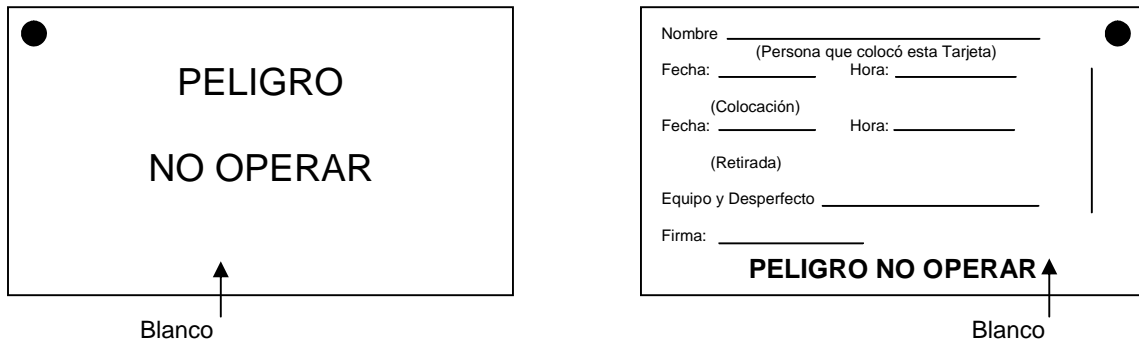
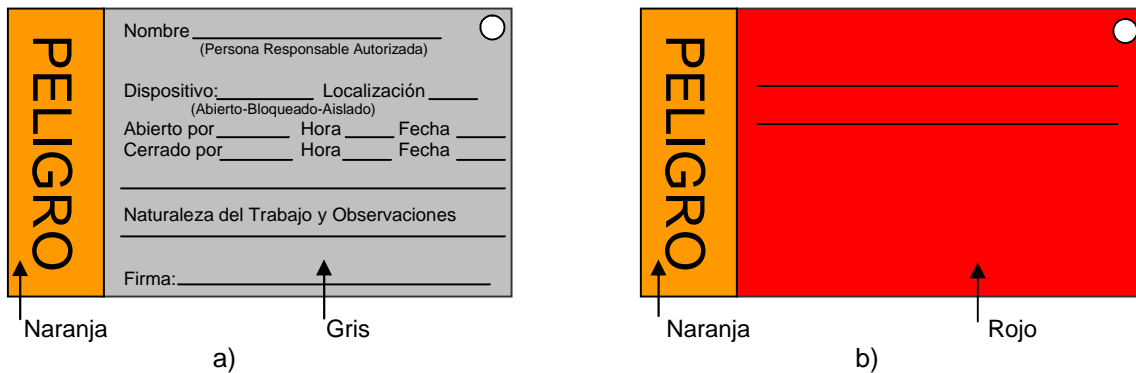

Figura 2.- TARJETA DE PELIGRO QUE USA LA PERSONA RESPONSABLE AUTORIZADA PARA TODA UNA ÁREA O SISTEMA:
Figura 3.- TARJETA DE PELIGRO QUE USA(N) LA(S) PERSONA(S) QUE INTERVIENEN UN EQUIPO:
2. Siempre que se efectúen trabajos de instalación, reparación, verificación, revisión, pruebas o mantenimiento en un equipo se colocará como medida precautoria de seguridad, una *Tarjeta de Peligro* (impresa con letras negras sobre fondo color rojo, gris y naranja) (ver Figura 2). O bien tarjeta de peligro que usa(n) la(s) persona(s) que intervienen un equipo (ver Figura 3).